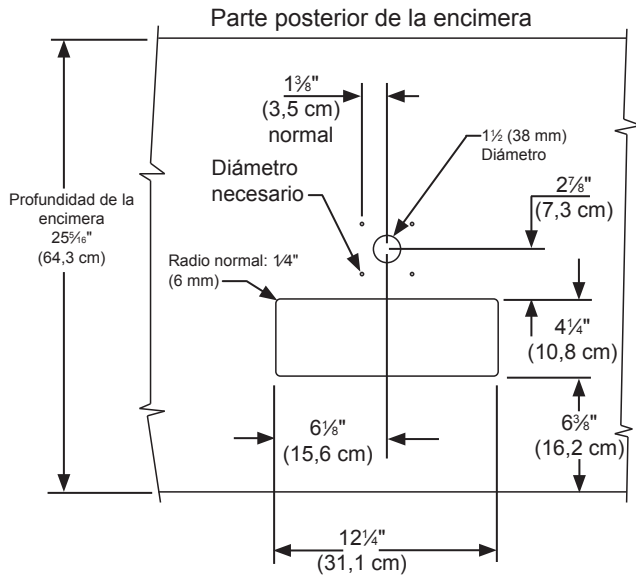

Figura 39
4. Si va a instalar su refrigerador de barriles bajo una encimera, tendrá que perforar 5 agujeros en ella para montar la torre. El primer agujero, ubicado en el centro de la torre, tiene $1\frac{1}{2}$ " de diámetro y permite conectar la tubería de cerveza. Está ubicado a aproximadamente $13\frac{1}{2}$ " (34,3 cm) del borde delantero de la encimera (para una encimera de $25\frac{5}{16}$ " [64,3 cm] de profundidad). A continuación, perfora los 4 agujeros para el montaje de la torre de acuerdo con las medidas indicadas en la Figura 39. El diámetro de estos agujeros depende del material de la encimera y si se requieren, o no, anclajes para los tornillos. Los tornillos suministrados (tipo AB de acero inoxidable n.º 10 x 1") están incluidos con los manuales. Marque y realice el corte rectangular para el sumidero de drenaje. Después de perforar los agujeros y colocar el refrigerador de barriles en su lugar bajo la encimera, pase la tubería de cerveza a través de la junta de la torre, el agujero de $1\frac{1}{2}$ " de la encimera y el agujero de la parte superior del refrigerador. Monte la torre en la encimera con los 4 tornillos suministrados. Coloque el sumidero de drenaje (se encuentra con los manuales de la unidad) en la encimera, en el agujero rectangular (el recorte redondeado del sumidero debe quedar hacia atrás, rodeando la torre) y coloque la rejilla en el sumidero.
Las medidas del corte indicadas en la Figura 39 están basadas en una encimera de $25\frac{5}{16}$ " (64,3 cm) de profundidad. La profundidad de su encimera puede ser diferente a esta; si este es el caso, deberá modificar las medidas. Para definir las medidas requeridas, consulte las dimensiones del producto en las Páginas 8 y 9.